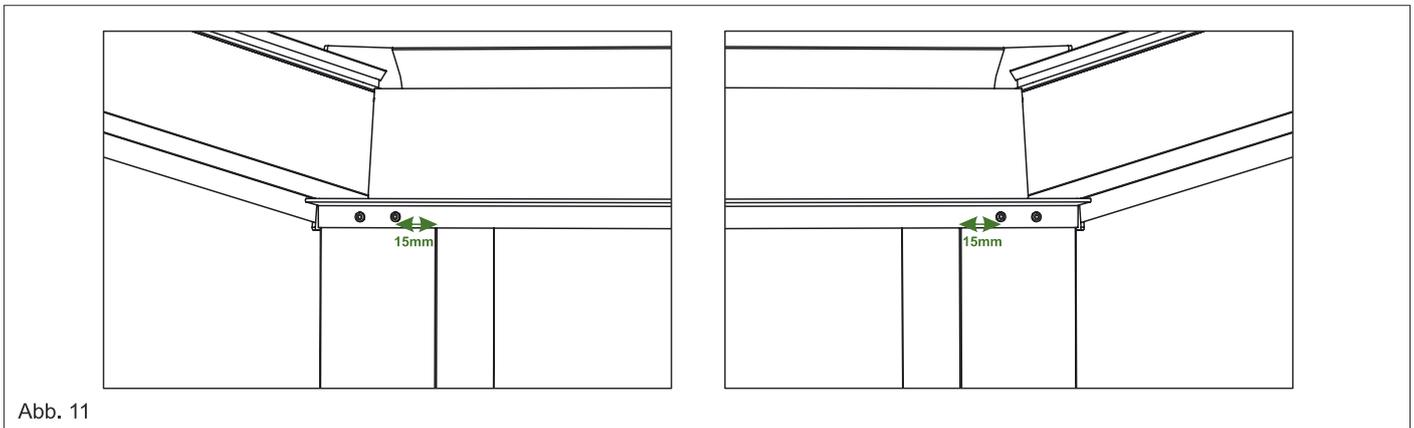

Abb. 11
6. Wenn die Neigung und Winkel in perfekter Position sind, verschrauben Sie die Randsparren an dem Wandprofil und der Rinne mit weiteren Bohrkopfschrauben (19mm Lang). Siehe Abb. 11.
A) B) 10. Wenn beide (oder je nach Ausführung alle Pfosten) Pfosten an der Rinne festverschraubt sind, prüfen Sie bitte erneut, ob die Pfosten und die Rinne in der Waage stehen. Wenn ja, verschrauben Sie jeden Pfosten mit einer weiteren Schraube an die Rinne fest. Achten Sie bitte drauf auf den gleichmäßigen Abstand zwischen den Schrauben. Diese Schrauben bleiben sichtbar und beeinflussen damit die Optik Ihrer Terrassenüberdachung. Siehe Abb. 11.